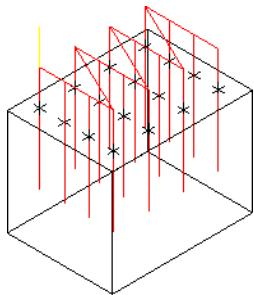

图 11-18 钻孔五轴加工刀具路径
- 06 生成刀具路径。设置完各参数后，单击“多轴刀具路径-钻孔”对话框中的“确定”按钮✓，即可生成钻孔五轴加工刀具路径，如图11-18所示。